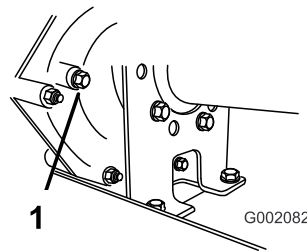

Figura 55
2. Retire o parafuso do orifício indicador do nível (Figura 55).